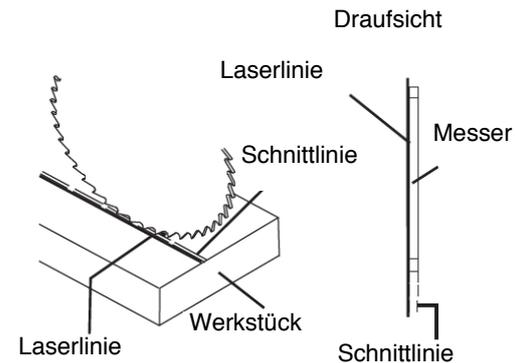

Abb. 30: Anschalten der Laserführung
**Einstellung der Laserführung (Abb. 30, 31, 32, 33)**
**Überprüfen der Ausrichtung der Laserlinie (Abb. 30)**